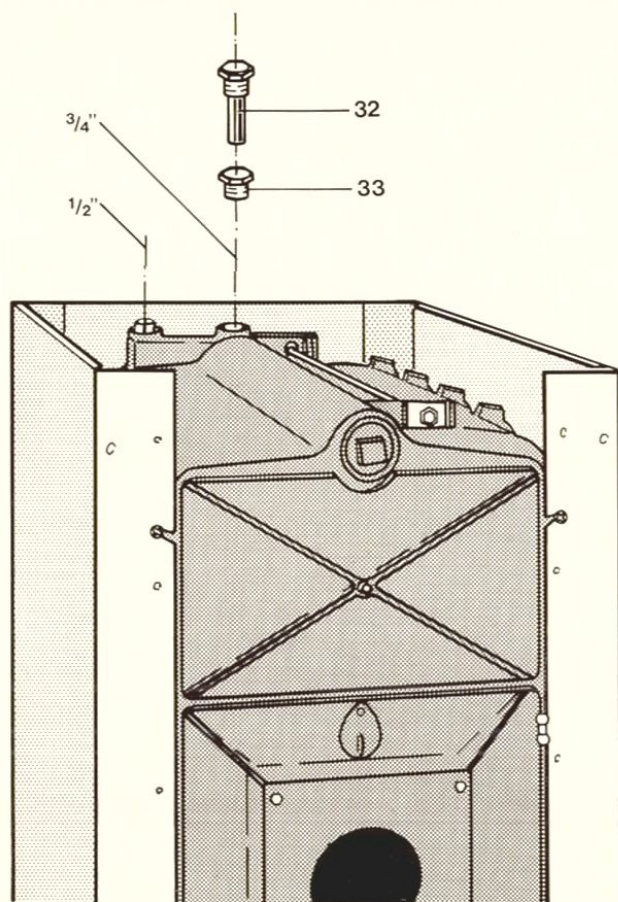
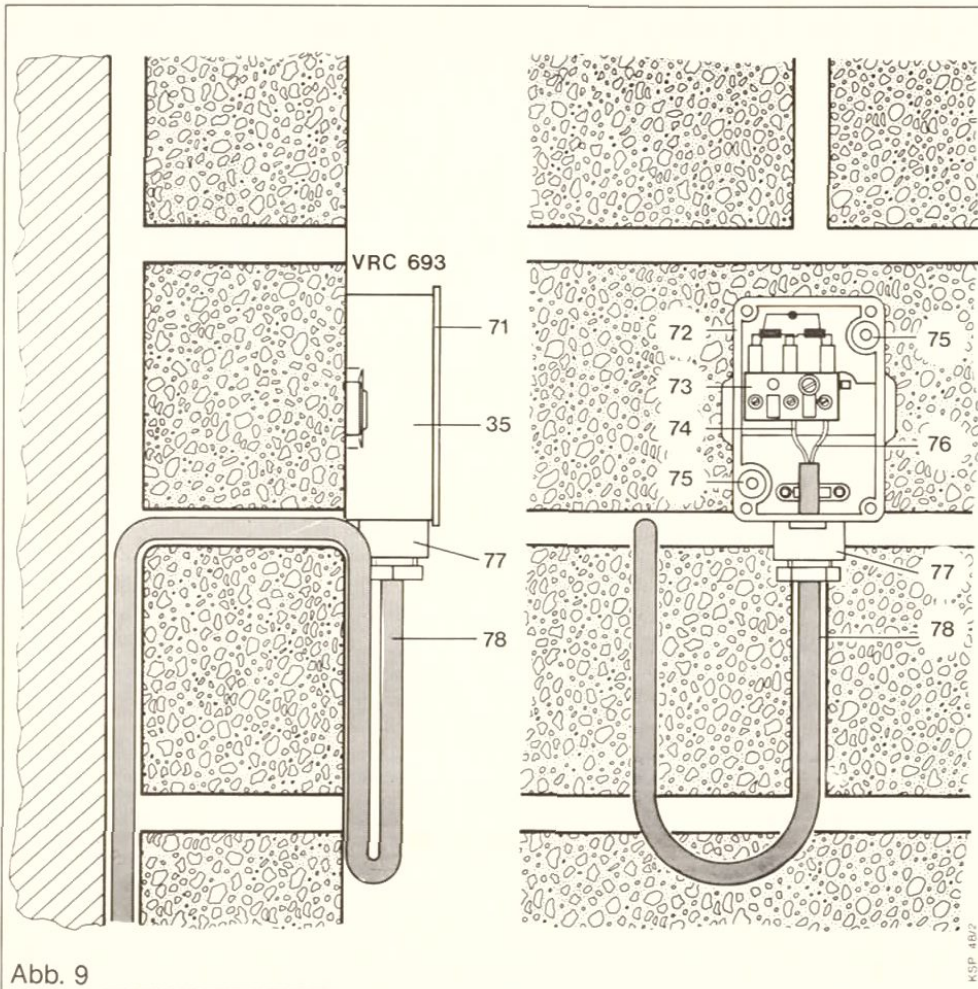

Abb. 1
Abb. 9
Montage des Kessel-Schaltpultes Art. Nr. 9104 gemäß Abb. 1 und 2 am Kessel vornehmen. Außenfühler 35 gemäß Abb. 9, S. 12 an der Gebäude-Außenwand befestigen. Vom Außenfühler 35 eine Zuleitung 2 x 0,75 mm² zum Kessel-Schaltpult 37 verlegen. Vorlauffühler 34 an der Vorlaufrohrleitung hinter der Heizpumpe 44 mit beiliegendem Spannband befestigen Abb. 8, Seite 11. Das fest verdrahtete Zuleitungskabel 60 zum Kessel-Schaltpult 37 führen. An der Steckkupplung 29 des Zuleitungskabels 60, die Anschlußleitung des Außenfühlers 35 an den Klemmen T₁ und T₂ anklemmen. Steckkupplung 29 mit Stecker 27 verbinden. Der Stecker 27 ist am Kessel-Schaltpult 37 verdrahtet und gekennzeichnet. Anschlußkabel 3 zur Heizpumpe 44 führen und gemäß Verdrahtungsplan anklemmen. Siehe Abb. 17, Seite 18. Brenneranschlußkabel 46 zum Brenner führen. Mit dem Stecker 1 an der Steckkupplung* des Brenners verbinden. Ohne Steckkupplung am Brenner siehe Abb. 3, Seite 6. Netzanschluß 2 über eine Abzweigdose 43 und einen Hauptschalter 42 (Notausschalter) vornehmen.
Die braune Ader (74) und die blaue Ader (76) entsprechend der Abbildung 9 anklemmen. (Die Klemme mit der roten Markierung bleibt frei)
Montage des Kessel-Schaltpultes Art. Nr. 9114 gemäß Abb. 4 und 5 am Kessel vornehmen. Außenfühler 35 gemäß Abb. 9, Seite 12 an der Gebäude-Außenwand befestigen. Vom Außenfühler 35 eine Zuleitung $2 \times 0,75 \text{ mm}^2$ zum Kessel-Schaltpult 37 verlegen. Vorlauffühler 24 an der Vorlaufrohrleitung hinter der Heizungspumpe 44 mit beiliegendem Spannband befestigen Abb. 8, Seite 11. Das fest verdrahtete Zuleitungskabel 60 zum Kessel-Schaltpult 37 führen. An der Steckkupplung 29 des Zulkabels 60 die Anschlußleitung des Außenfühlers 35 an den Klemmen T₁ und T₂ anklemmen. Steckkupplung 29 mit Stecker 27 verbinden. Der Stecker 27 ist am Kessel-Schaltpult 37 verdrahtet und gekennzeichnet. Anschlußkabel 53 zur Speicherladepumpe führen und gemäß Verdrahtungsplan anklemmen. Siehe Abb. 17, S. 18. Anschlußkabel 34 zur Heizungspumpe 44 führen und gemäß Verdrahtungsplan anklemmen. Brenneranschlußkabel 46 zum Brenner führen. Mit dem Stecker 1 an der Steckkupplung* des Brenners verbinden. Ohne Steckkupplung siehe Abb. 3, Seite 6. Netzanschluß 2 über eine Abzweigdose 43 und einen Hauptschalter 42 Notaussschalter vornehmen.